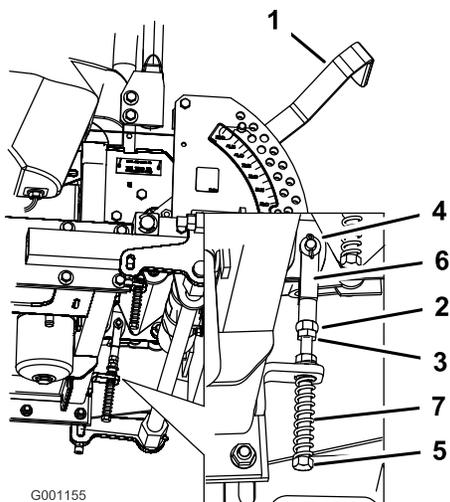

Bild 67
8. Sollte eine Einstellung erforderlich sein, lockern Sie die Mutter und die Klemmmutter gegen das Joch (Bild 67).
9. Drücken Sie den Fahrtriebshebel leicht nach hinten, drehen Sie den Kopf der Einstellschraube in die entsprechende Richtung, bis der Schalthebel in der Neutralperrstellung zentriert ist (Bild 67).
10. Ziehen Sie die Mutter und die Klemmmutter an (Bild 67).